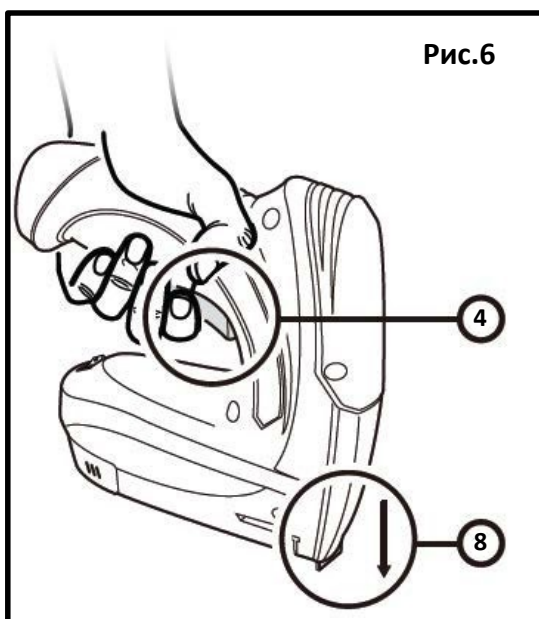

Рис.6
ПРИМЕЧАНИЕ! Степлер работает при одновременном нажатии на предохранитель (8) и кнопку пуска (4) рис.6.